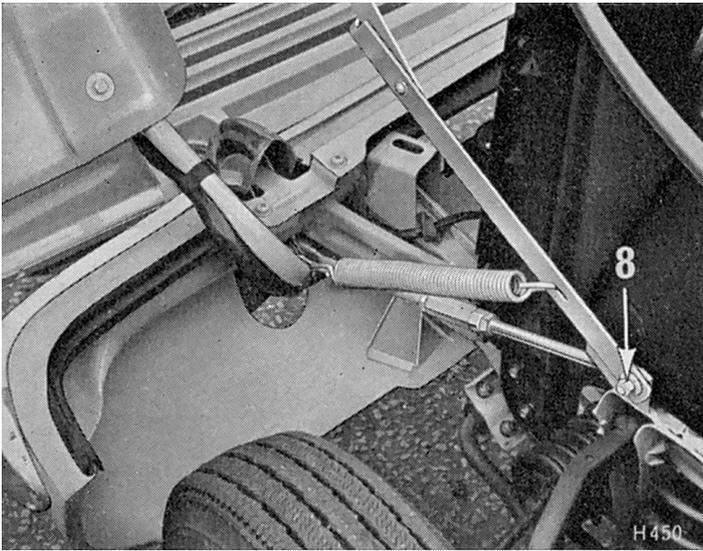

Fig. 12. Fixation de béquille de capot
Retirer les butoirs en démontant les pièces (3), (4) et (7). Noter l'entretoise montée uniquement sur les modèles 1200. Retirer le boulon (8) (Fig. 12) et soutenir le capot pendant le démontage des boulons de la tubulure d'articulation (5) et (6).
Retirer les deux butoirs en démontant les pièces (4) et (7), retirer le boulon (8) (Fig. 12) et soutenir le capot pendant le démontage des boulons de la tubulure d'articulation.
En se référant à la Fig. 12, lever le capot et démonter les butoirs de pare-chocs en retirant les boulons (7) et en desserrant les boulons supérieurs (4). Retirer les butoirs de leurs supports. Retirer quatre vis cruciformes (2), Fig. 19, et quatre vis à tête hexagonale (1) et (3), puis dégager la calandre.